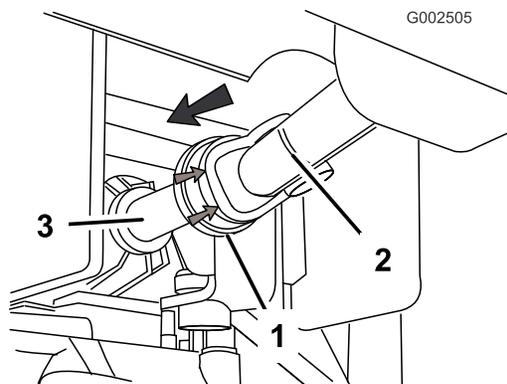

Figura 23
- Tirate indietro la cuffia in gomma della parte anteriore dell'albero motore della presa di forza (Figura 23).
- Installate l'albero motore sull'albero di uscita della presa di forza (Figura 23).